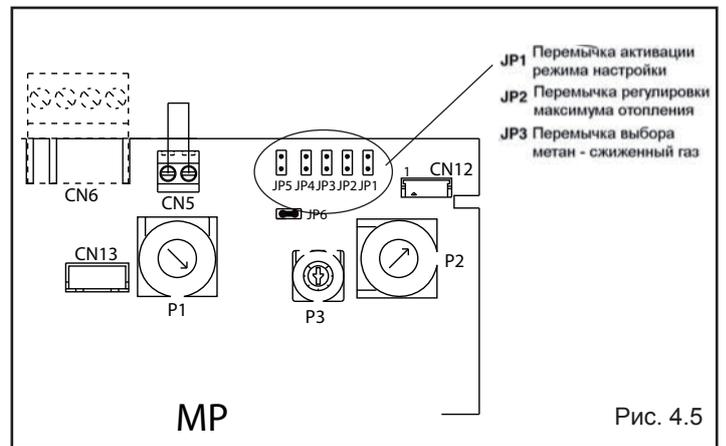

Рис. 4.5
- Установите перемычку JP1 (рис. 4.5), при этом ручки, расположенные на панели управления, начнут выполнять функции регулирования минимума и максимума для режима отопления. На дисплее появляется ADJ  чтобы показать, что регулировка выполняется.
- Установите перемычку JP2 (рис. 4.5)
- На плате управления (рис. 4.5):